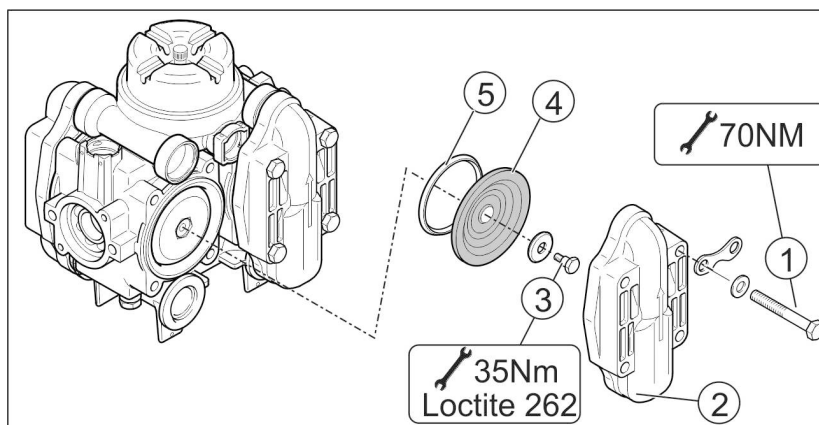

图 201
2. 松开螺栓（图 201/1）。
3. 取下阀门盖（图 201/2）。
4. 检查活塞隔膜（图 201/4）和楔形环（图 201/5）。
1. 拧开螺丝（图 201/3），从活塞上卸除活塞隔膜（图 201/4）与垫圈。